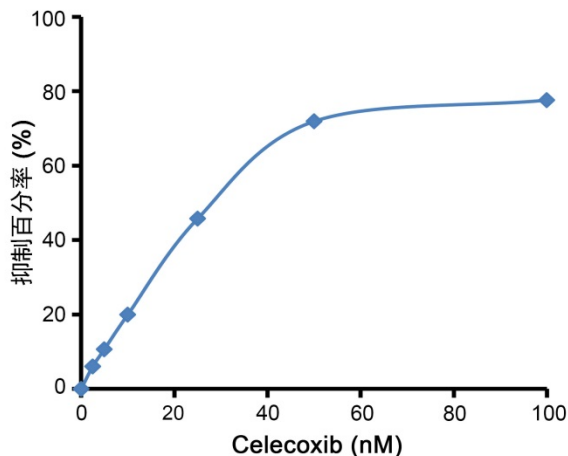

图2. 本试剂盒检测Celecoxib的抑制效果。实测结果可能会因样品和检测条件等的不同而存在差异，图中数据仅作参考。
- 阳性抑制剂Celecoxib溶液的配制: 本试剂盒提供的阳性对照抑制剂Celecoxib浓度为100μM, 配制在DMSO中, 可以根据需要使用与待测抑制剂一样的溶剂稀释成所需浓度或浓度梯度。通常Celecoxib的IC50约为10nM-100nM, 使用本试剂盒时Celecoxib的抑制效果参考图2。
- c. 对于检测发现有效的抑制剂，通过检测该抑制剂的剂量效应就可以测定出该抑制剂的IC50。本试剂盒检测Celecoxib抑制效果的检测结果如图2所示，IC50约为30nM。